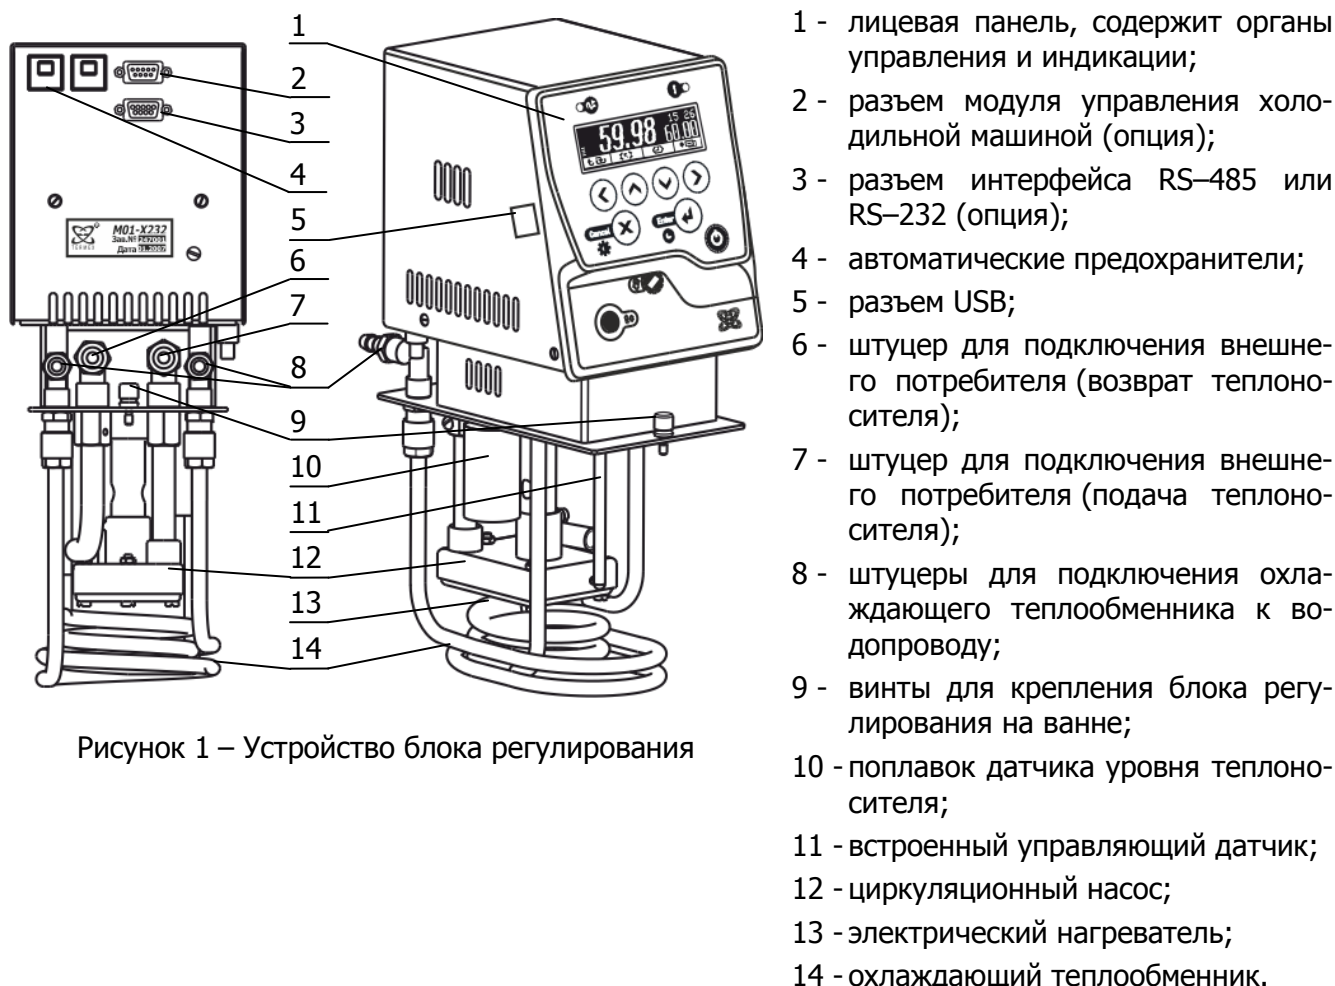

Рисунок 1 – Устройство блока регулирования
1.4.2 Работа блока регулирования заключается в поддержании заданной температуры теплоносителя, циркулирующего в ванне термостата, а также, во внешнем потребителе в случае его подключения. Циркуляция теплоносителя обеспечивается насосом 12 (рисунок 1). Подача теплоносителя внешнему потребителю производится через штуцер 7, а его возврат в ванну термостата — через штуцер 6.
Для работы при температурах, близких к окружающей, необходимо обеспечить дополнительное охлаждение с помощью теплообменника 14 (рисунок 1). Для этого штуцеры теплообменника 8 подключить к водопроводной сети или специальному холодильному устройству. Поток охлаждающей жидкости должен быть равномерным и, по возможности, небольшим.
В процессе работы блока регулирования на дисплее 15 отображается температура теплоносителя, значение уставки (задание), мощность нагрева, текущее время и дополнительная служебная информация. Установка режимов работы блока регулирования осуществляется органами управления, расположенными на лицевой панели 1 (рисунок 1).
2.2.1 Установить блок регулирования на ванне так, как указано в руководстве по эксплуатации термостата и закрепить винтами 9 (рисунок 1).